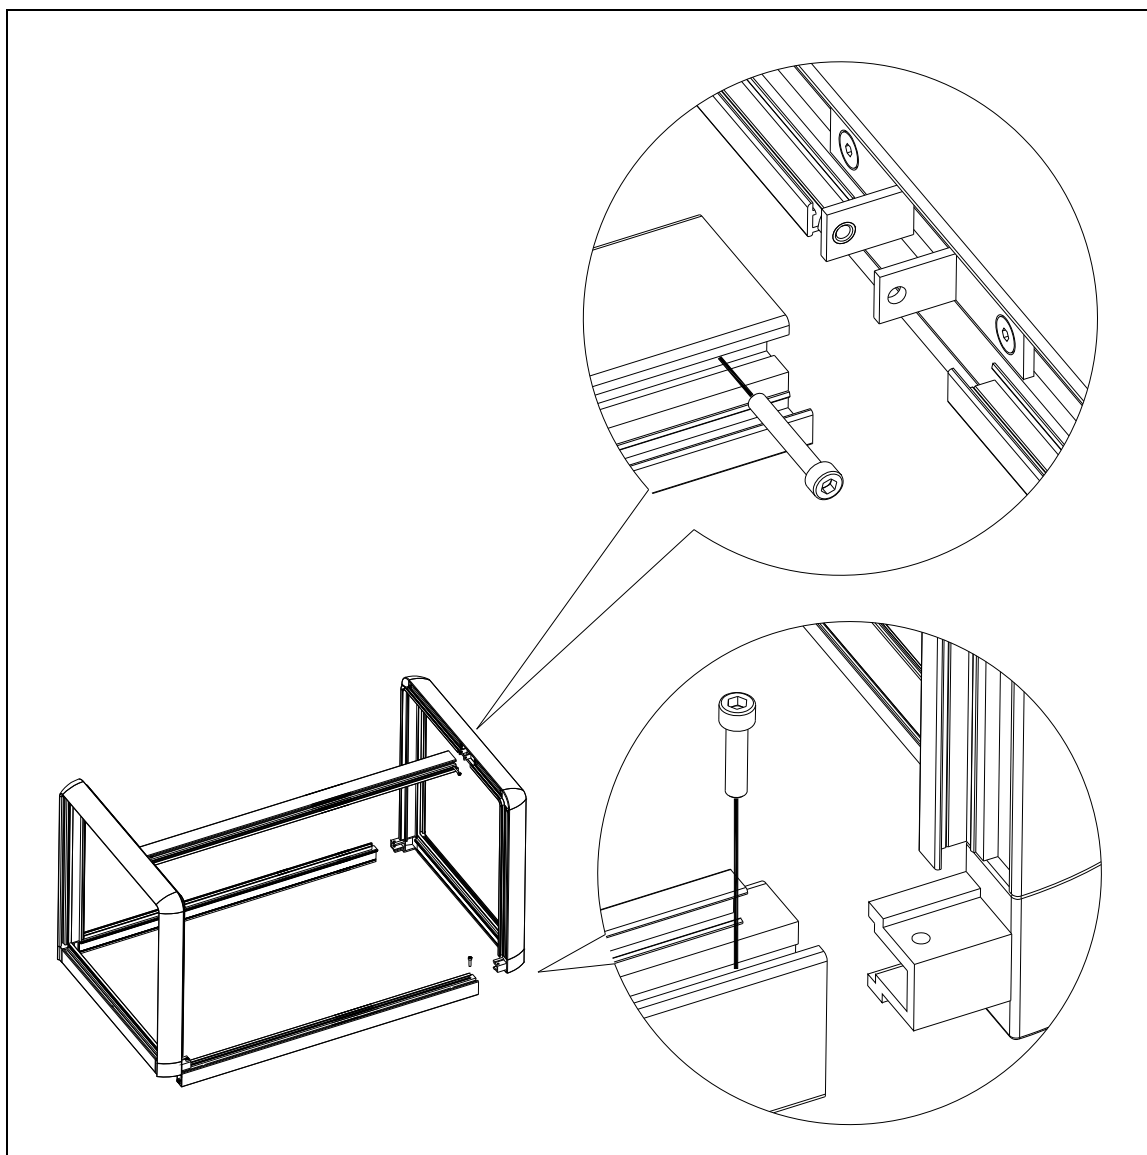

Рис. 25. Детализированный чертеж звукопоглощающего экрана установки **M-SQ6**
- 2 Звукопоглощающий кожух демонтируется в соответствии с детализированным чертежом, приведенным ниже (рис. 25).